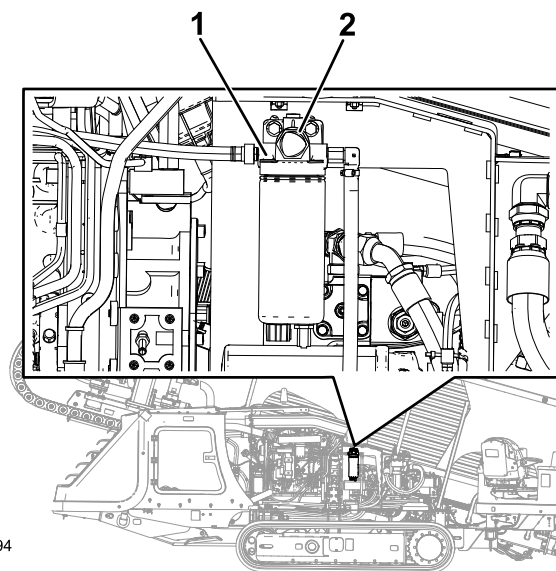

Рисунок 98
6. Найдите кнопку ПРОКАЧКИ в верхней части переходника топливного фильтра грубой очистки (Рисунок 98).
7. Нажимайте и отпускайте кнопку ПРОКАЧКИ до тех пор, пока не почувствуете сопротивление при ее нажатии (Рисунок 98).
3. Подложите чистую ветошь под топливный фильтр грубой очистки (Рисунок 98).
4. Ослабьте хомуты шлангов и отсоедините топливный фильтр грубой очистки от топливных шлангов (Рисунок 98).
6. Наденьте шланги на шланговые фитинги топливного фильтра грубой очистки и затяните хомуты шлангов (Рисунок 98).